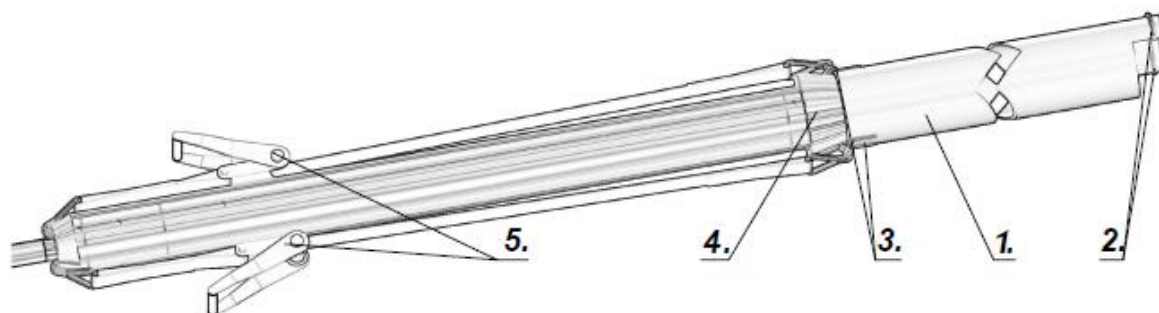

Figura 9.10.1
Baterea tevilor din otel este indicata prin urmasorii pasi (Figura 9.10.1.):
- a) La inceputul tevii (1) din otel – capatul care intra in pamant - trebuie sudate doua inele (2); Inelele se confectioneaza pe loc din fier-beton (aprox. 6-12mm diametru). Mai intai, se sudeaza inelul exterior (sudura realizandu-se continuu spre varful tevii), apoi pe interiorul tevii. Inelele au rolul de a realiza o fanta de penetrare a tevii in pamant mai mare decat grosimea peretelui tevii si astfel a facilita inaintarea tevii prin reducerea frecarii precum si indepartarea reziduurilor dupa finalizare. La capatul tubului (3) sunt sudate doua urechi pentru a atasa chingile (pentru a conecta racheta la tevile din otel), urechile se confectioneaza tot din fier-beton de min. 10mm
- c) Conul (4) trebuie sa fie asezat in teava din otel. Functie de diamtrul tevii, se folosesc toate conurile incepand de la cel mai mare (adecvat tevii) pava la cel mai mic (de 90-190mm); conurile se introduc unul in altul formand astfel un corp compact in care se introduce apoi varful rachetei.
e) Racheta Max trebuie sa fie pozitionata cu capul inainte in con (4) si fixata ferm cu ajutorul chingilor (5) pentru stabilirea conectarii cu teava. Chingile de pe o parte tin urechile sudate pe tub si mansonul de pe cealalta parte este in contact cu racheta MAX (consultati figura 9.10.1).